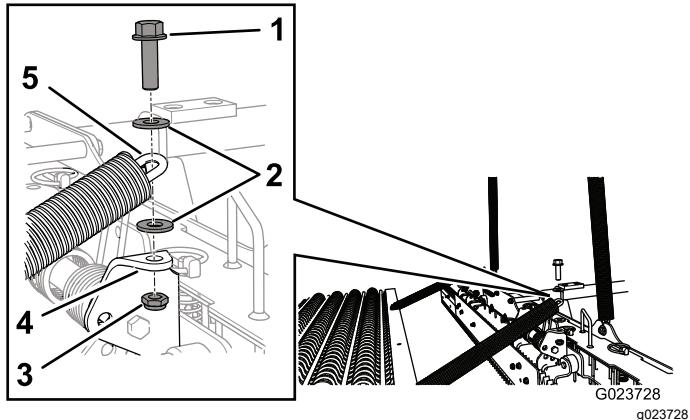

Figure 3
- Alignez l'extrémité d'une chaîne sur le trou du support du même côté que le scarificateur traînant (Figure 3).
- Fixez la chaîne au support au moyen d'un boulon (3/8 x 1-1/4), de 2 rondelles et d'un contre-écrou, comme montré à la Figure 3.